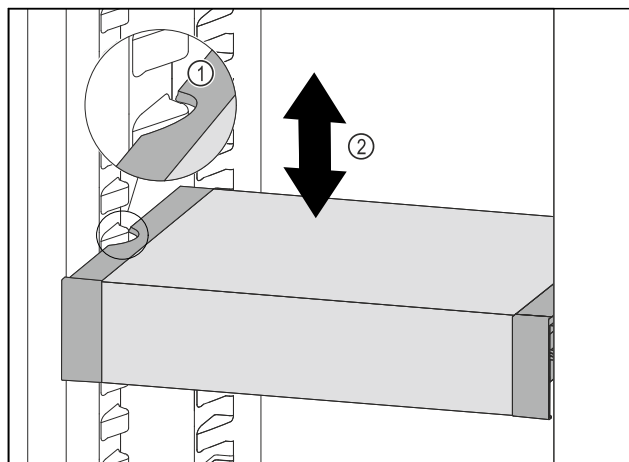

Fig. 94
- ▶ 向前移动 VarioSafe，直到 VarioSafe 两侧的凹槽与冷藏区中的容器肋梁持平。Fig. 94 (1)
- ▶ 在冷藏区中向上或向下移动 VarioSafe，直至所需高度。Fig. 94 (2)